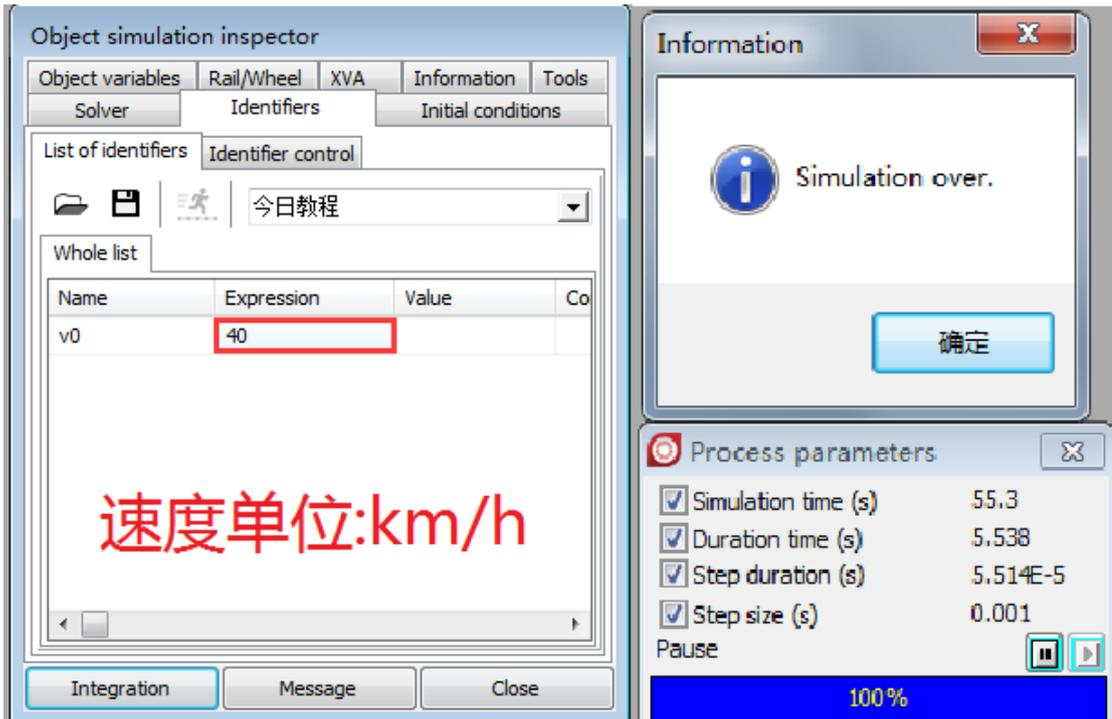

图 006-3 速度单位为 km/h 时仿真
1、速度数值为 40，单位为 km/h 时，轮对安全通过曲线，如图 006-3；